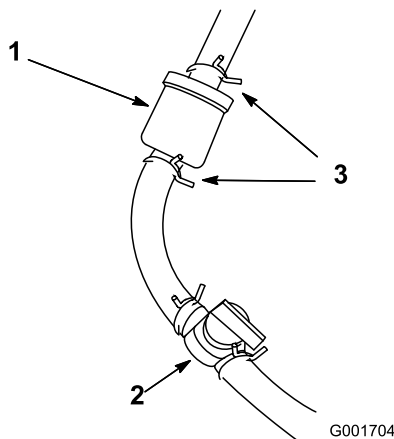

Figura 45
1. Cierre la válvula de cierre del combustible (Figura 45).
retire el tubo de combustible del filtro (Figura 45).